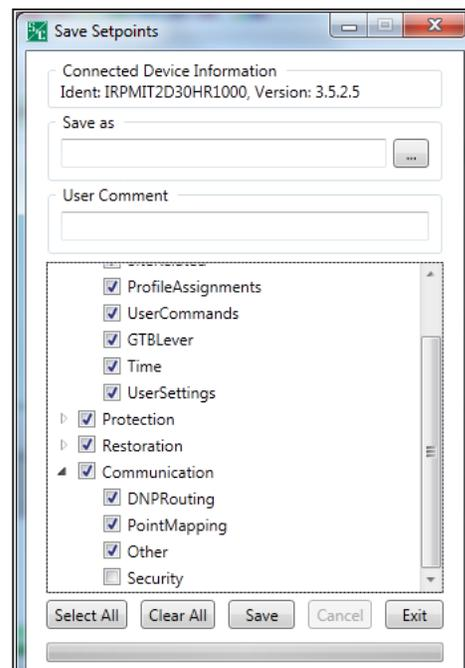

Figura 14. Caixa de diálogo Salvamento de Valores-Alvo.
- PASSO 3.** Na caixa de diálogo Save Setpoints selecione os valores-alvo a serem salvos. Ver Figura 14.